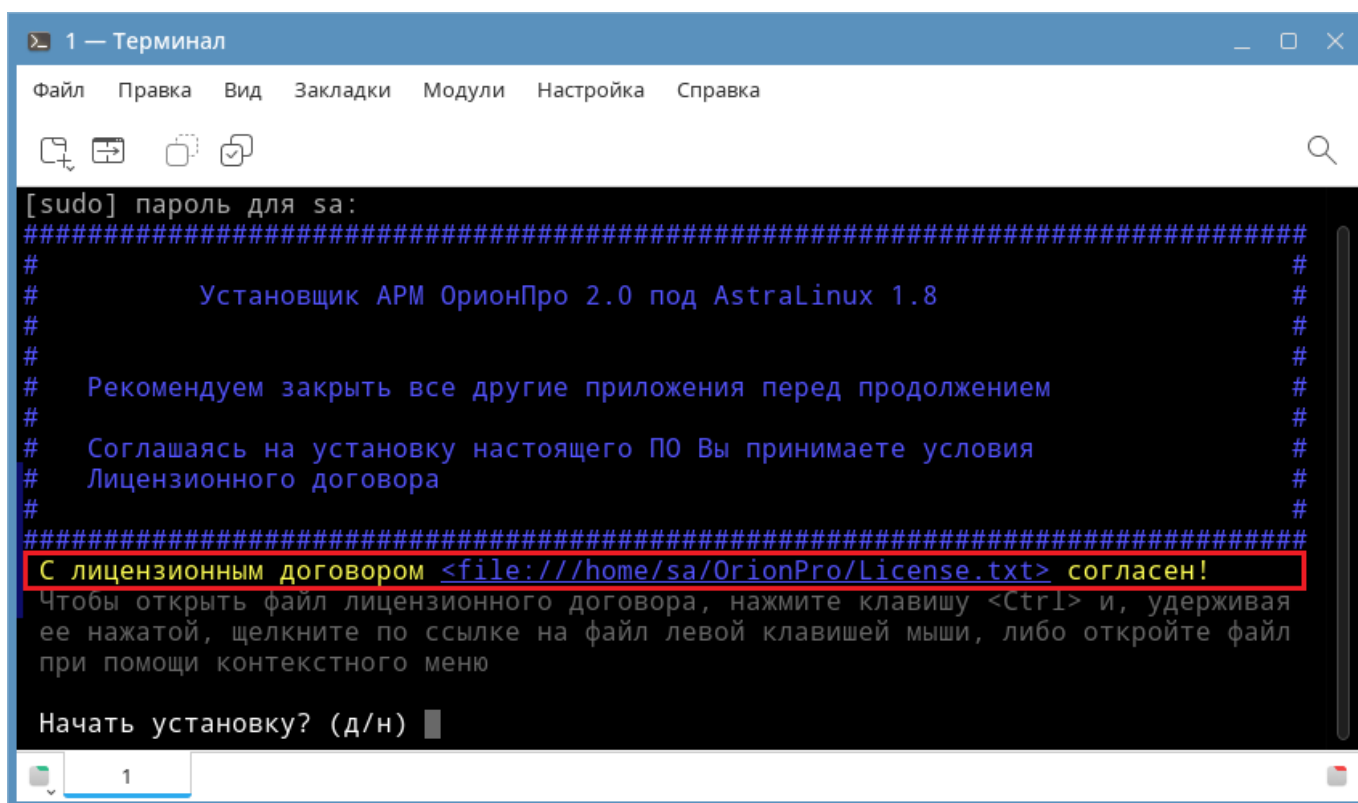

Рисунок 2-8 Информирование о согласии с лицензионным договором
- 6) Внимательно ознакомьтесь с лицензионным договором (см. Рисунок 2-8), ссылка на который отобразится в терминале. Чтобы открыть файл лицензионного договора, нажмите клавишу <Ctrl> и, удерживая ее нажатой, щелкните по ссылке на файл левой клавишей мыши, либо откройте файл при помощи контекстного меню;